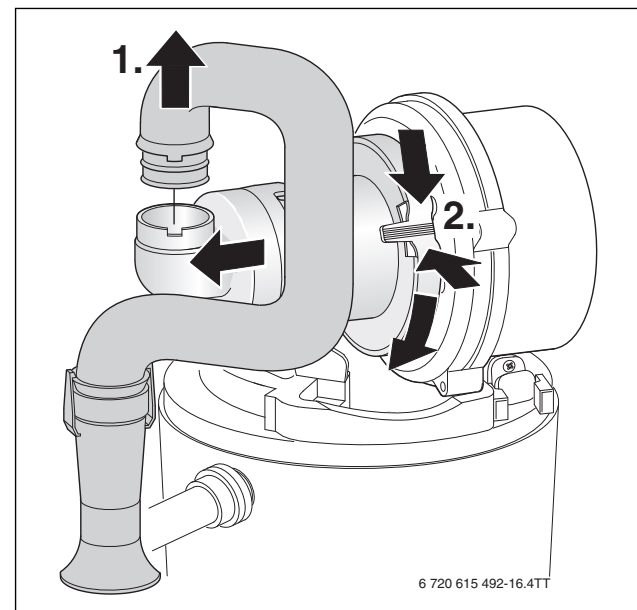
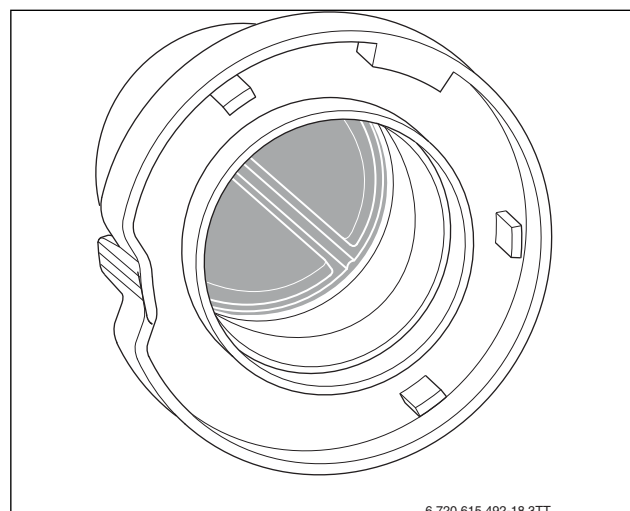

Fig. 105
Fig. 124
- Smontare il miscelatore (per le operazioni appena descritte seguire le fasi indicate nella fig. 105).
- Smontare il miscelatore aria/gas (fig. 124, [1]) seguendo la procedura come da fig. 105, pag. 69.